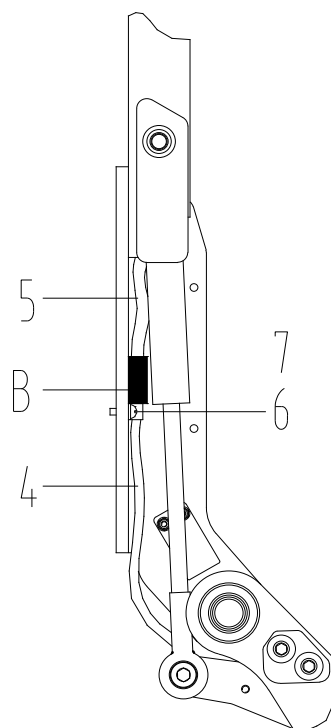

Figura 3
- Como se mostra na Figura 3, alinhe bem o corpo do porta-paletes (4) com o timão/guiador (5). Aperte-os bem com as abraçadeiras (6) e os parafusos (7).